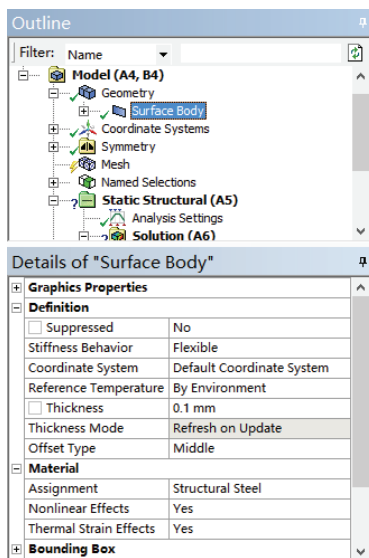

图 7-11 设置模型细节窗口
4) 在 Details of “Surface Body” 细节窗口中设置 Thickness 为 0.1mm, 设置面实体的厚度为 0.1mm, 如图 7-11 所示。